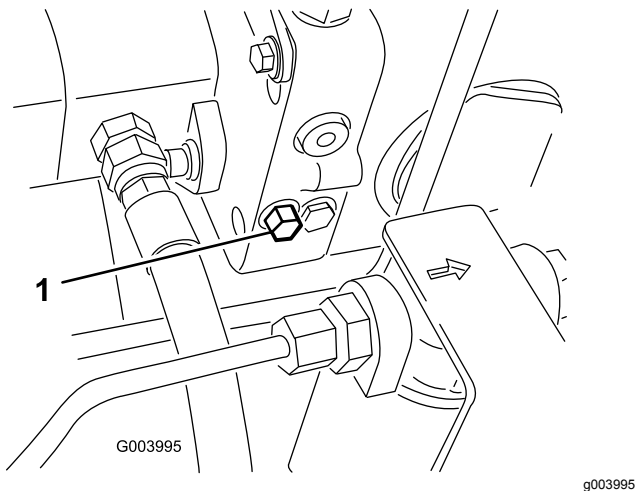

Figura 42
1. Localice la válvula de desvío a la izquierda del hidrostato (Figura 42) y gire el perno una vuelta y media para abrirla y dejar que el aceite se desvíe internamente.